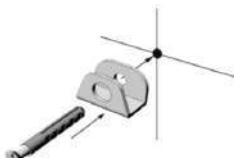

Figura 6
3. Introduzca los dos tacos (D) en los dos agujeros y asegure los dos ganchos (C) con los dos tornillos (D). (Figura 6 y 7).
4. Atornille los dos soportes (A) (o un soporte, dependiendo del modelo) en la parte trasera del calentador con los cuatro tornillos (E) (o dos tornillos, dependiendo del modelo).